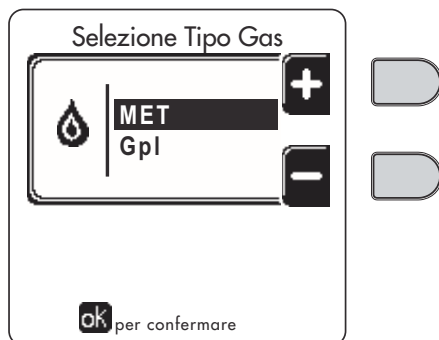

fig. 58 - Selección del tipo de gas
6. Modifique el parámetro correspondiente al tipo de gas como se indica a continuación. Abra la pantalla ilustrada en la fig. 58 con la ruta "MENÚ DE USUARIO" → Mantenimiento → Modo Test → Selección del tipo de gas". Pulse las teclas contextuales 1 y 2 para elegir el tipo de gas. Confirme con la tecla OK.